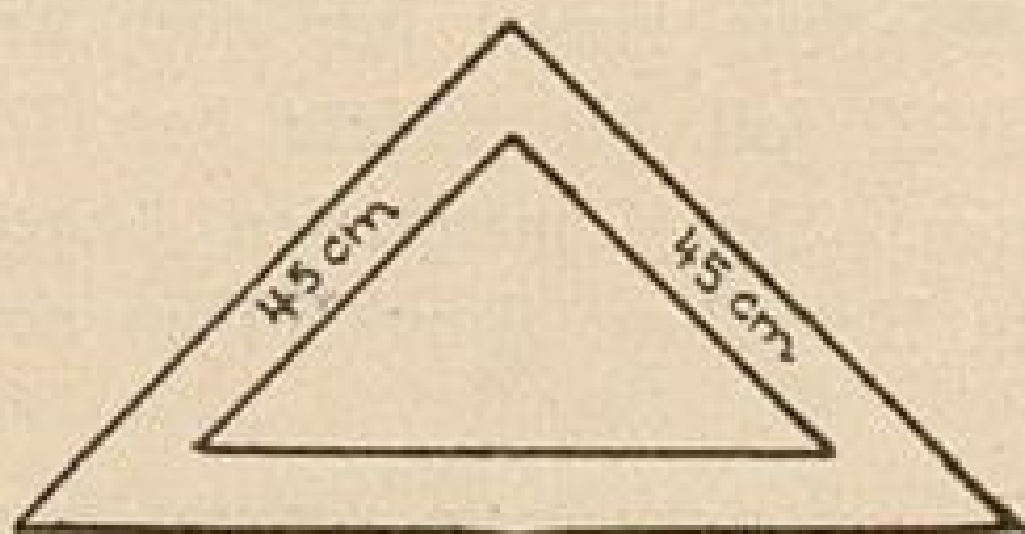

Abb. 4
5. Winkel (Abb. 4) und Reißschiene sind zum Musterzeichnen notwendig. Ihre Anwendung wird an gegebener Stelle erklärt werden.
Die Muster werden mit Hilfe eines Winkels (Abb. 4) gezeichnet. Auf den hier beigegebenen Zeichnungen sind die punktierten Linien Hilfslinien, die fest ausgezogenen Linien _____ geben die Umrisse des Musters an. Zur besseren Orientierung werden die verschiedenen Punkte mit Buchstaben bezeichnet und zwar meist mit den Anfangsbuchstaben der betreffenden Maße. + heißt „und“, = heißt „gleich“.